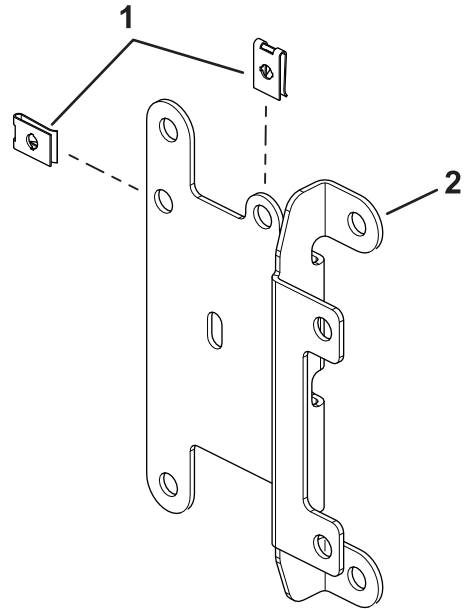

Bild 2
2. Montieren Sie die U-Blechmutter auf der Montageplatte der Sicherung (Bild 2).